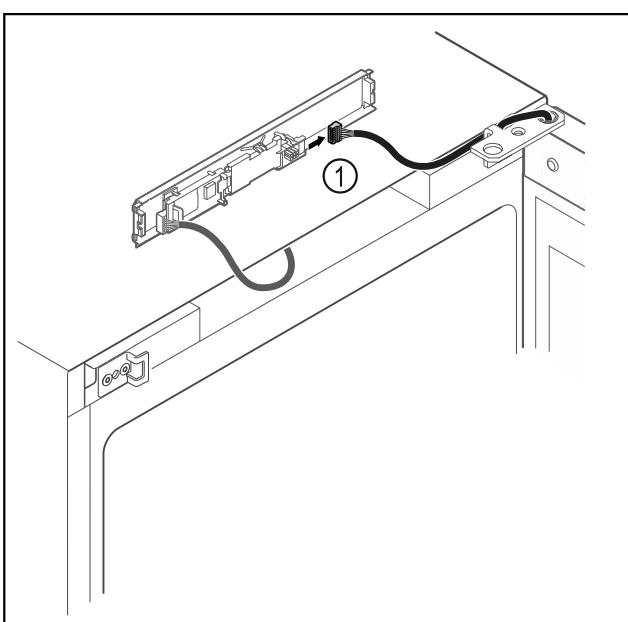

Fig. 16
- Извадете щекера Fig. 16 (1) от платката.